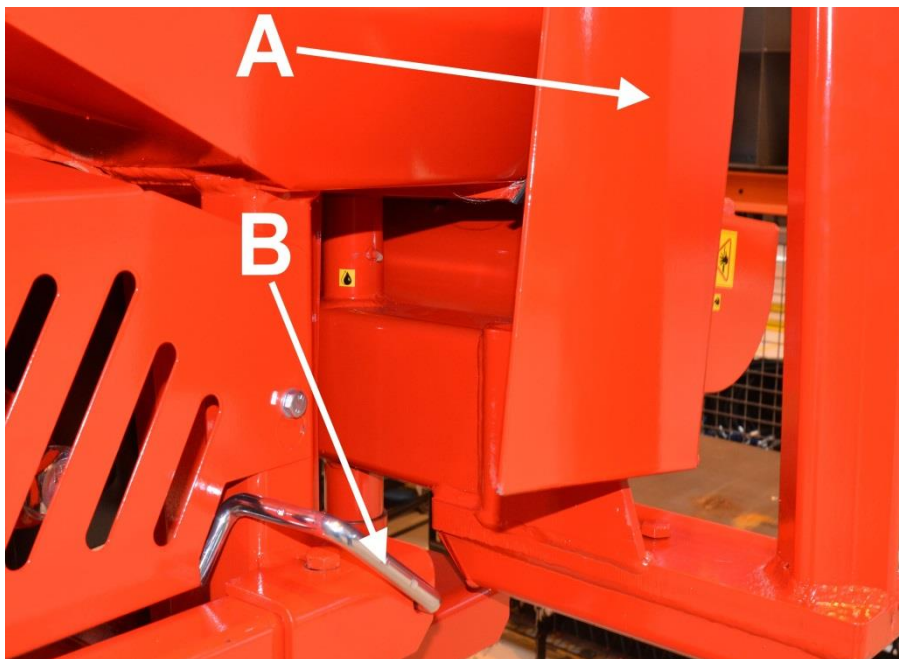

Bild 22.
1. Dra i spaken B på bild 22, så kan du sänka klyvbettet till det nedersta möjliga läget. (Obs. utmatningstransportören har märkts ut med A på bild 22).